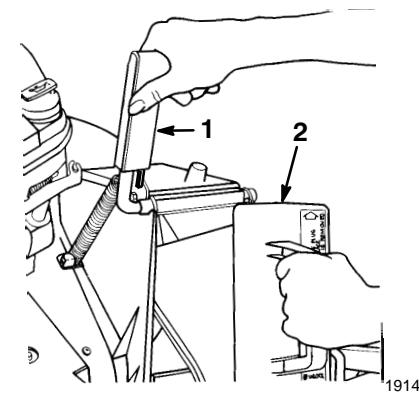

Abbildung 5
4. Den Stopfen etwas im Uhrzeigersinn drehen, während er eingesetzt wird (Abb. 5).
2. Die Auswurfkanaltür öffnen, indem sie nach hinten gezogen wird (Abb. 5).